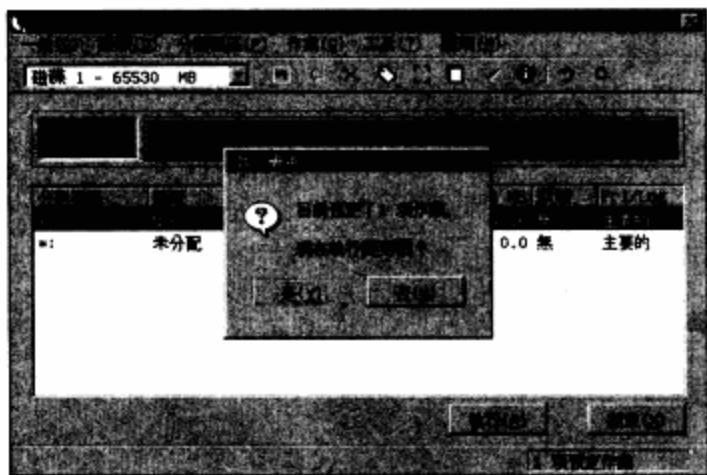

图4-85 准备格式化
**步骤 06** 对主分区进行分区的时候会有个提示，这时需要单击“确定”按钮即可开始。每建立一个分区就要对该分区进行格式化。如图4-85所示。